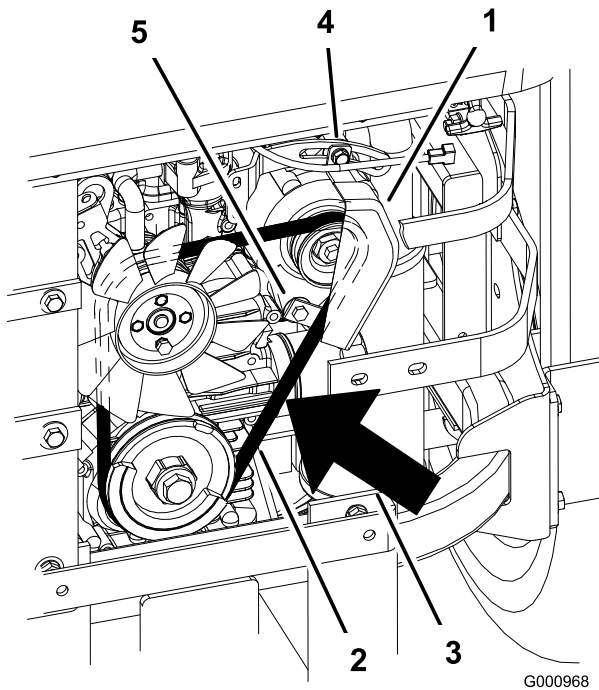

Figura 69
2. Ajuste el alternador hacia fuera hasta que quede una desviación de 7 a 9 mm en la correa entre el motor y las poleas del alternador con una fuerza de 10 kgf (Figura 69).
5. Si la desviación es correcta, apriete los pernos inferior y superior (Figura 69).